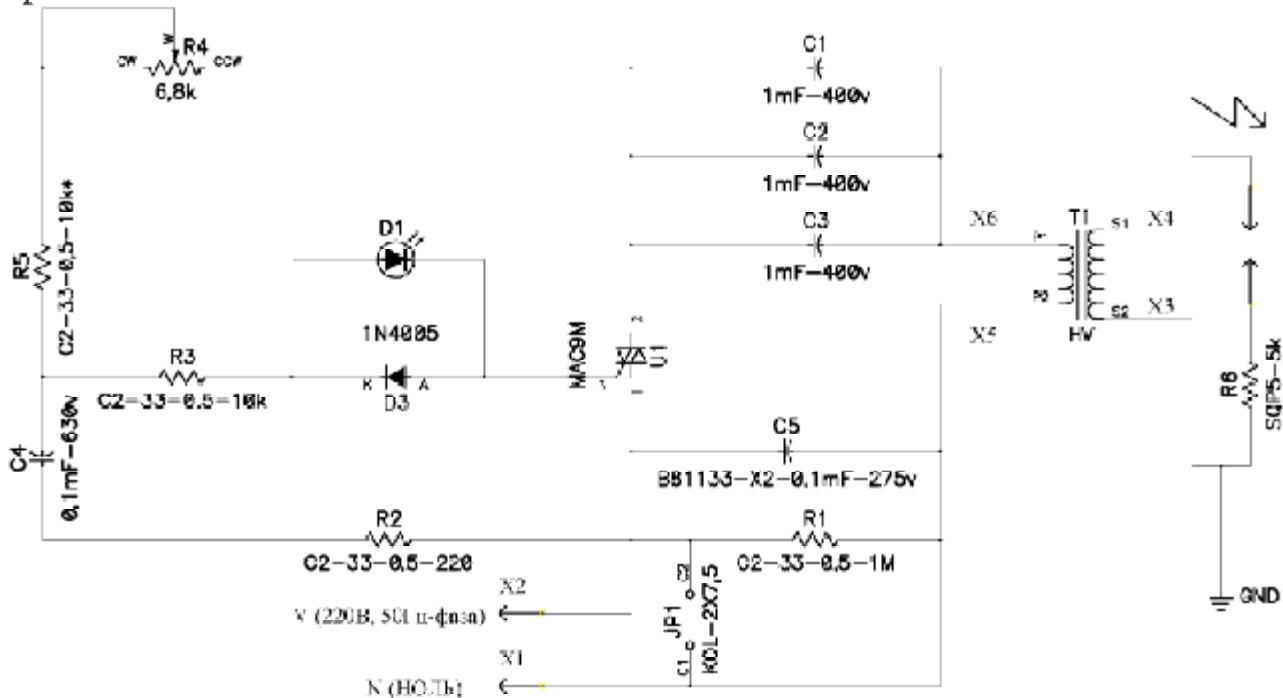

Рис.2
4.2 Принцип работы электрической схемы (Рис.2) заключается в периодическом заряде конденсаторов (С1,С2) и разряде их симистором U1 на первичную обмотку высоковольтного трансформатора Т1, со вторичной обмотки которого высокое напряжение подается к искровому разряднику запального устройства.